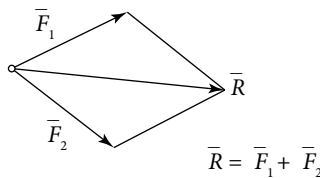

Рис. 18
**Третья аксиома — «Аксиома параллелограмма».** *Равнодействующая двух сил, приложенных к твердому телу в одной точке, равна по модулю и совпадает по направлению с диагональю параллелограмма, построенного на данных силах, и приложена в той же точке (рис. 18).*